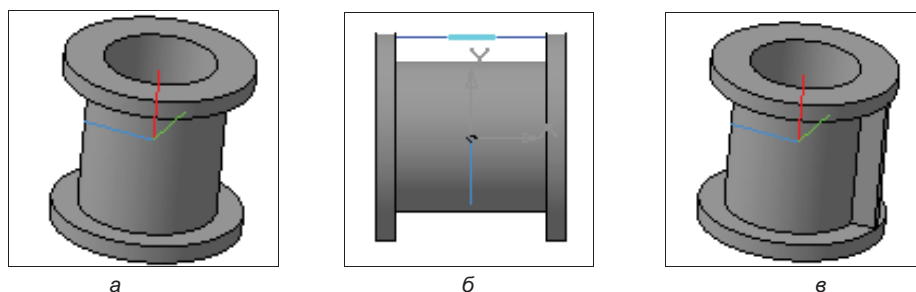

Рис. 21.9. Модель (а); эскиз ребра (б); модель с ребром (в)
Для создания ребра жесткости создайте модель 8, как на рис. 21.9, а, с любыми размерами. Далее необходимо создать эскиз, определяющий контур внешнего края ребра. Его можно построить до вызова команды **Ребро жесткости**. Для этого выполните такие действия:
- ◆ начертите незамкнутый контур, как на рис. 21.9, б;